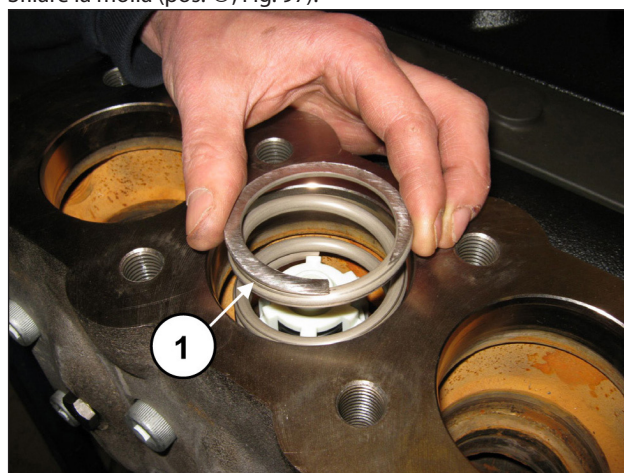

Fig. 97
Sfilare la molla (pos. ①, Fig. 97).